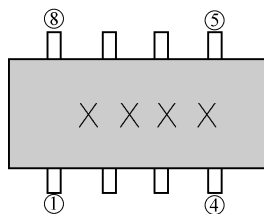

图 8-88 无引脚识别标记双列直插集成电路引脚分布示意图
如图 8-88 所示是无引脚识别标记的双列直插集成电路，它无任何明显的引脚识别标记，此时将印有型号一面朝着自己正向放置，左侧下端第一个引脚为①脚，逆时针方向依次为各引脚，见图中引脚分布所示。